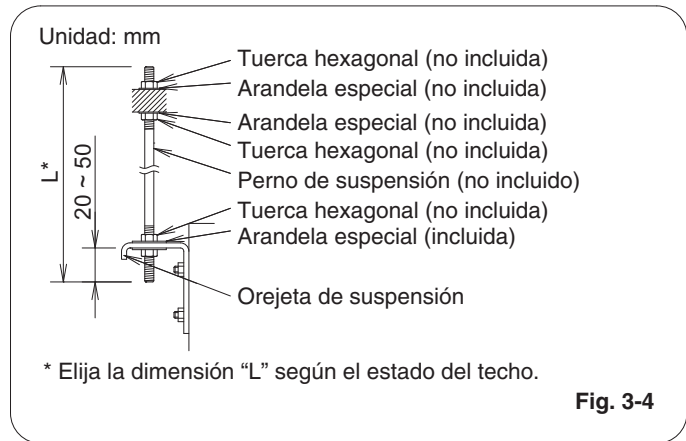

Fig. 3-4
- (3) Suspense y fije la unidad interior utilizando las 2 tuercas hexagonales (no incluidas) y las arandelas especiales (suministradas con la unidad) tal y como se muestra en la Fig. 3-4.